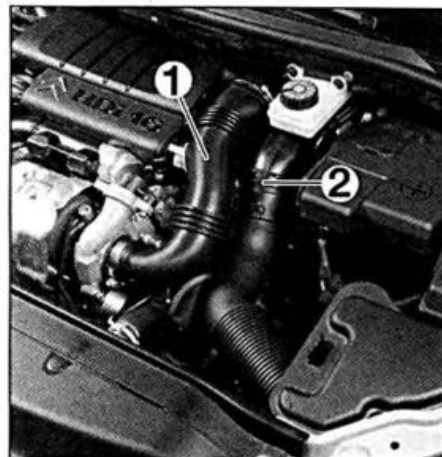

FIG. 20
- Desmontar los tubos de aire (1) y (2) (fig. 20).